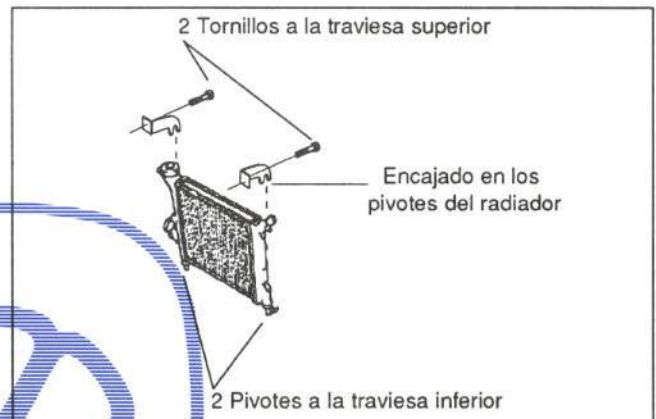

Figura 17.- Anclaje del radiador
Para retirar el radiador de agua es necesario desmontar dos soportes de sujeción, cada uno fijado por un tornillo a la travesía superior, según muestra la figura 17.
- Retirar radiador (figura 17)